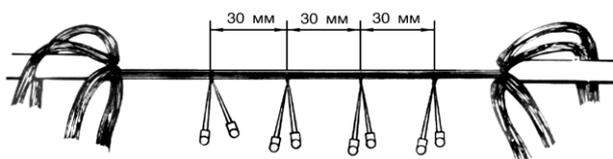

Рис. 5.7. Первый ряд смонтированных пар жил
3.8. Места скруток последующих пар (четверок) следует располагать через каждые 30 мм на всей оставшейся длине рабочей зоны (рис. 5.7).